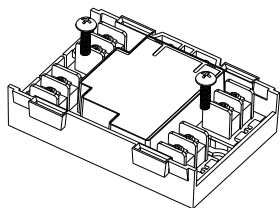

图 3
- 安装在开关柜内部：直接安装在平整表面上（图 3）。
2. 用 2 个螺钉（M4）将模块固定（图 3）。安装孔距离： $63.5 \pm 1.0\text{mm}$ 。